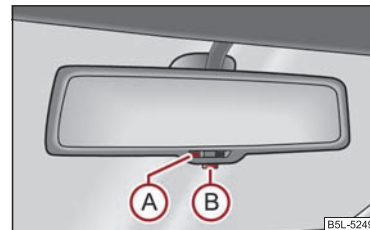

Fig. 53 Oglinda interioară cu efect heliomat automat
- Apăsați tasta **B** ⇒ pagina 65, fig. 53, lampa de control **A** se aprinde.